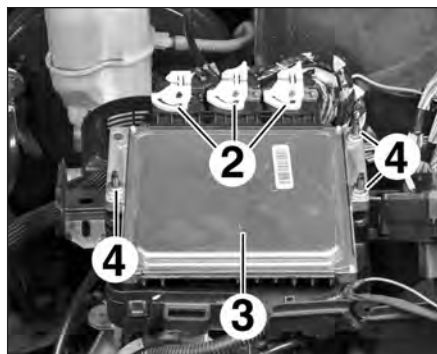

FIG.35
- Débrancher les 3 connecteurs (2) du calculateur (3) (Fig.35).
- les 3 écrous (4),
- le calculateur (3).